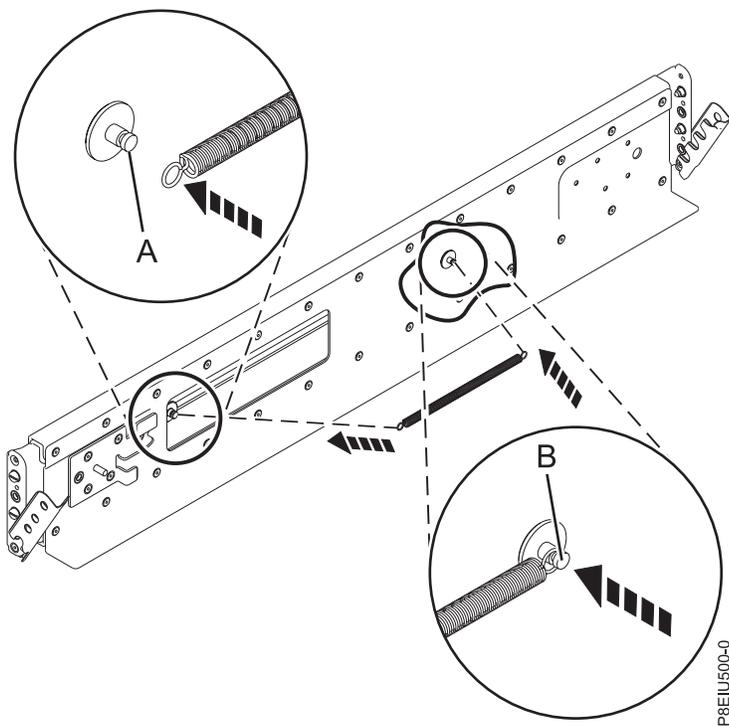

Figure 3. Installation du ressort sur la glissière
4. Installez le ressort sur la glissière en accrochant une extrémité autour de l'une des vis de butée circulaires (A) et l'autre extrémité autour de l'autre vis de butée circulaire (B) comme illustré dans la figure 3, à la page 6.